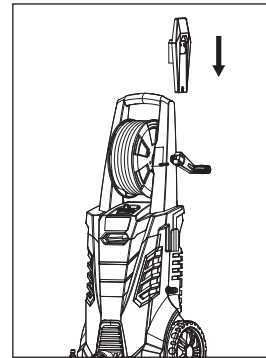

Figure 4 - Fixer le crochet du cordon d'alimentation
2. Fixer le crochet du cordon d'alimentation (voir la figure 4).